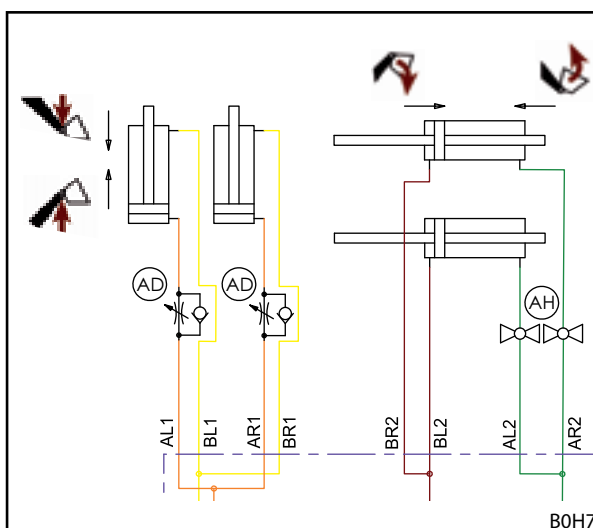

Fig. 158 Hydraulschema sänkningsspjäll
**i** Fig. 158 visar ett utsnitt av hydraulschemat för sänkningsspjällen och spärrventilerna på redskapscylindrarna. Resten av hydraulschemat motsvarar visningen i 11.4.1 *Hydraulschema FS* och 11.4.2 *Hydraulschema FZ och FZ-L* beroende på frontlastare.